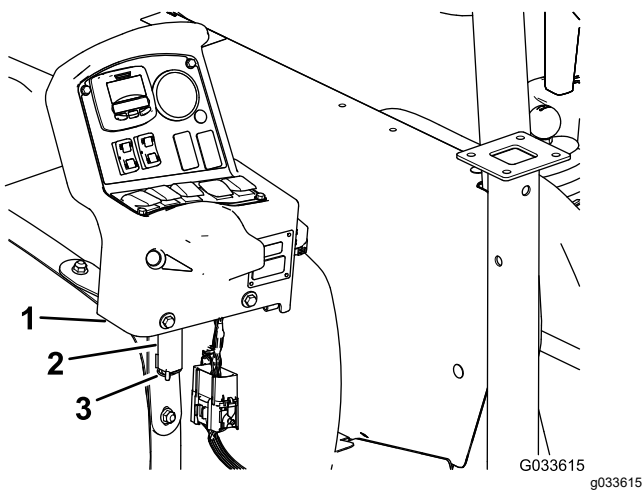

Bild 98
7. Entfernen Sie die Konsole von den Befestigungshalterung der Konsole und fluchten Sie den Lagerbolzen an der Steuerkonsole mit der Lagerhalterung am vorderen Behälterriemen (Bild 98) aus, siehe Befestigen der Steuerkonsole an der Maschine \(Seite 20\).
8. Befestigen Sie die Konsole an der Halterung und befestigen den Lagerbolzen mit dem Lastösenbolzen an der Halterung (Bild 98).